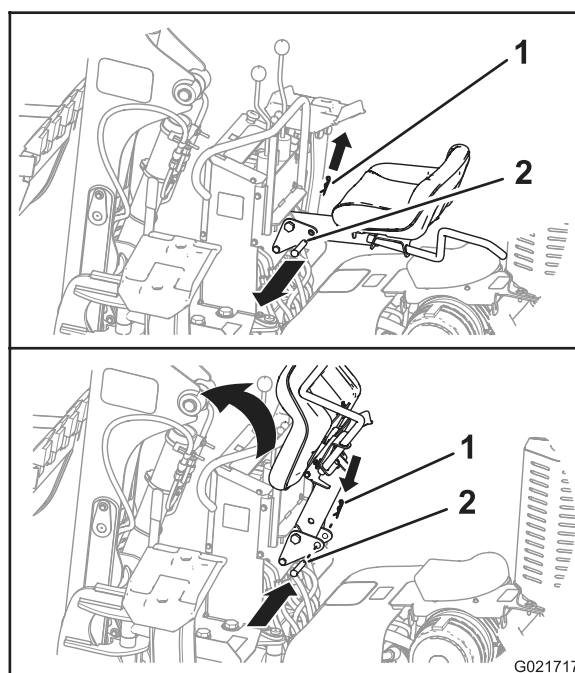

Figure 39
- A. Retirez la goupille fendue de l'axe de blocage du siège (Figure 39).
B. Retirez l'axe de blocage du siège du cadre de la pelle rétrocaveuse et du support du siège (Figure 39).
C. Faites pivoter le support du siège vers le haut et insérez l'axe de blocage du siège dans les trous du cadre de la pelle rétrocaveuse pour bloquer le siège en position relevée et faciliter ainsi la dépose du panneau avant (Figure 39).